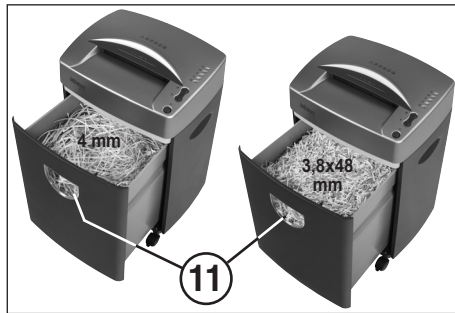

Abb. 3
FÜLLSTANDSANZEIGE DES AUFFANGBEHÄLTERS (Abb. 3):
Wird das Schnittgut im Kontrollfenster zur Füllstandsanzeige (11) (Abb. 3) sichtbar muß der Auffangbehälter entleert werden.
ENTLEEREN DES AUFFANGBEHÄLTERS (Abb. 3):